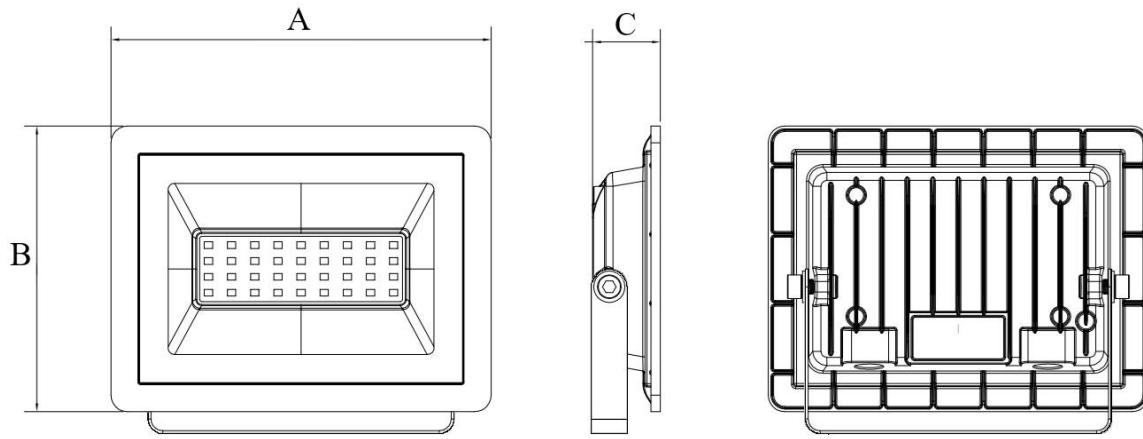

Рисунок 1 - Общий вид прожектора
3.2 Прожектор (рис. 1) состоит из кронштейнов поз. 1, блоков поз. 2 со встроенным светодиодным модулем и источником питания, узлов поворота каждого блока поз. 3, лиры поз. 4 и её поворотного узла поз. 5.